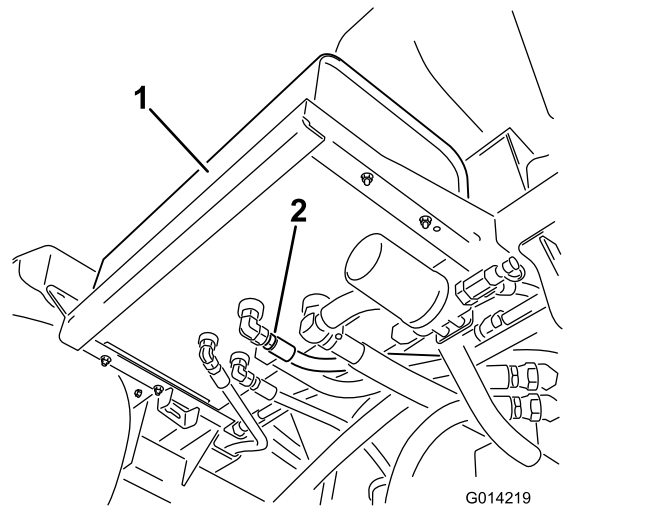

图 98
2. 清洁液压油箱底部的 1 个液压软管接头周围的区域 图 98。
4. 从油箱上拆下软管接头将油排放到盘中 图 98。